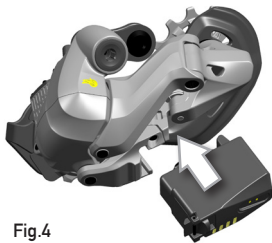

Fig.4
- Inserite la batteria nel cambio facendola scorrere dal basso verso l'alto (Fig.4).